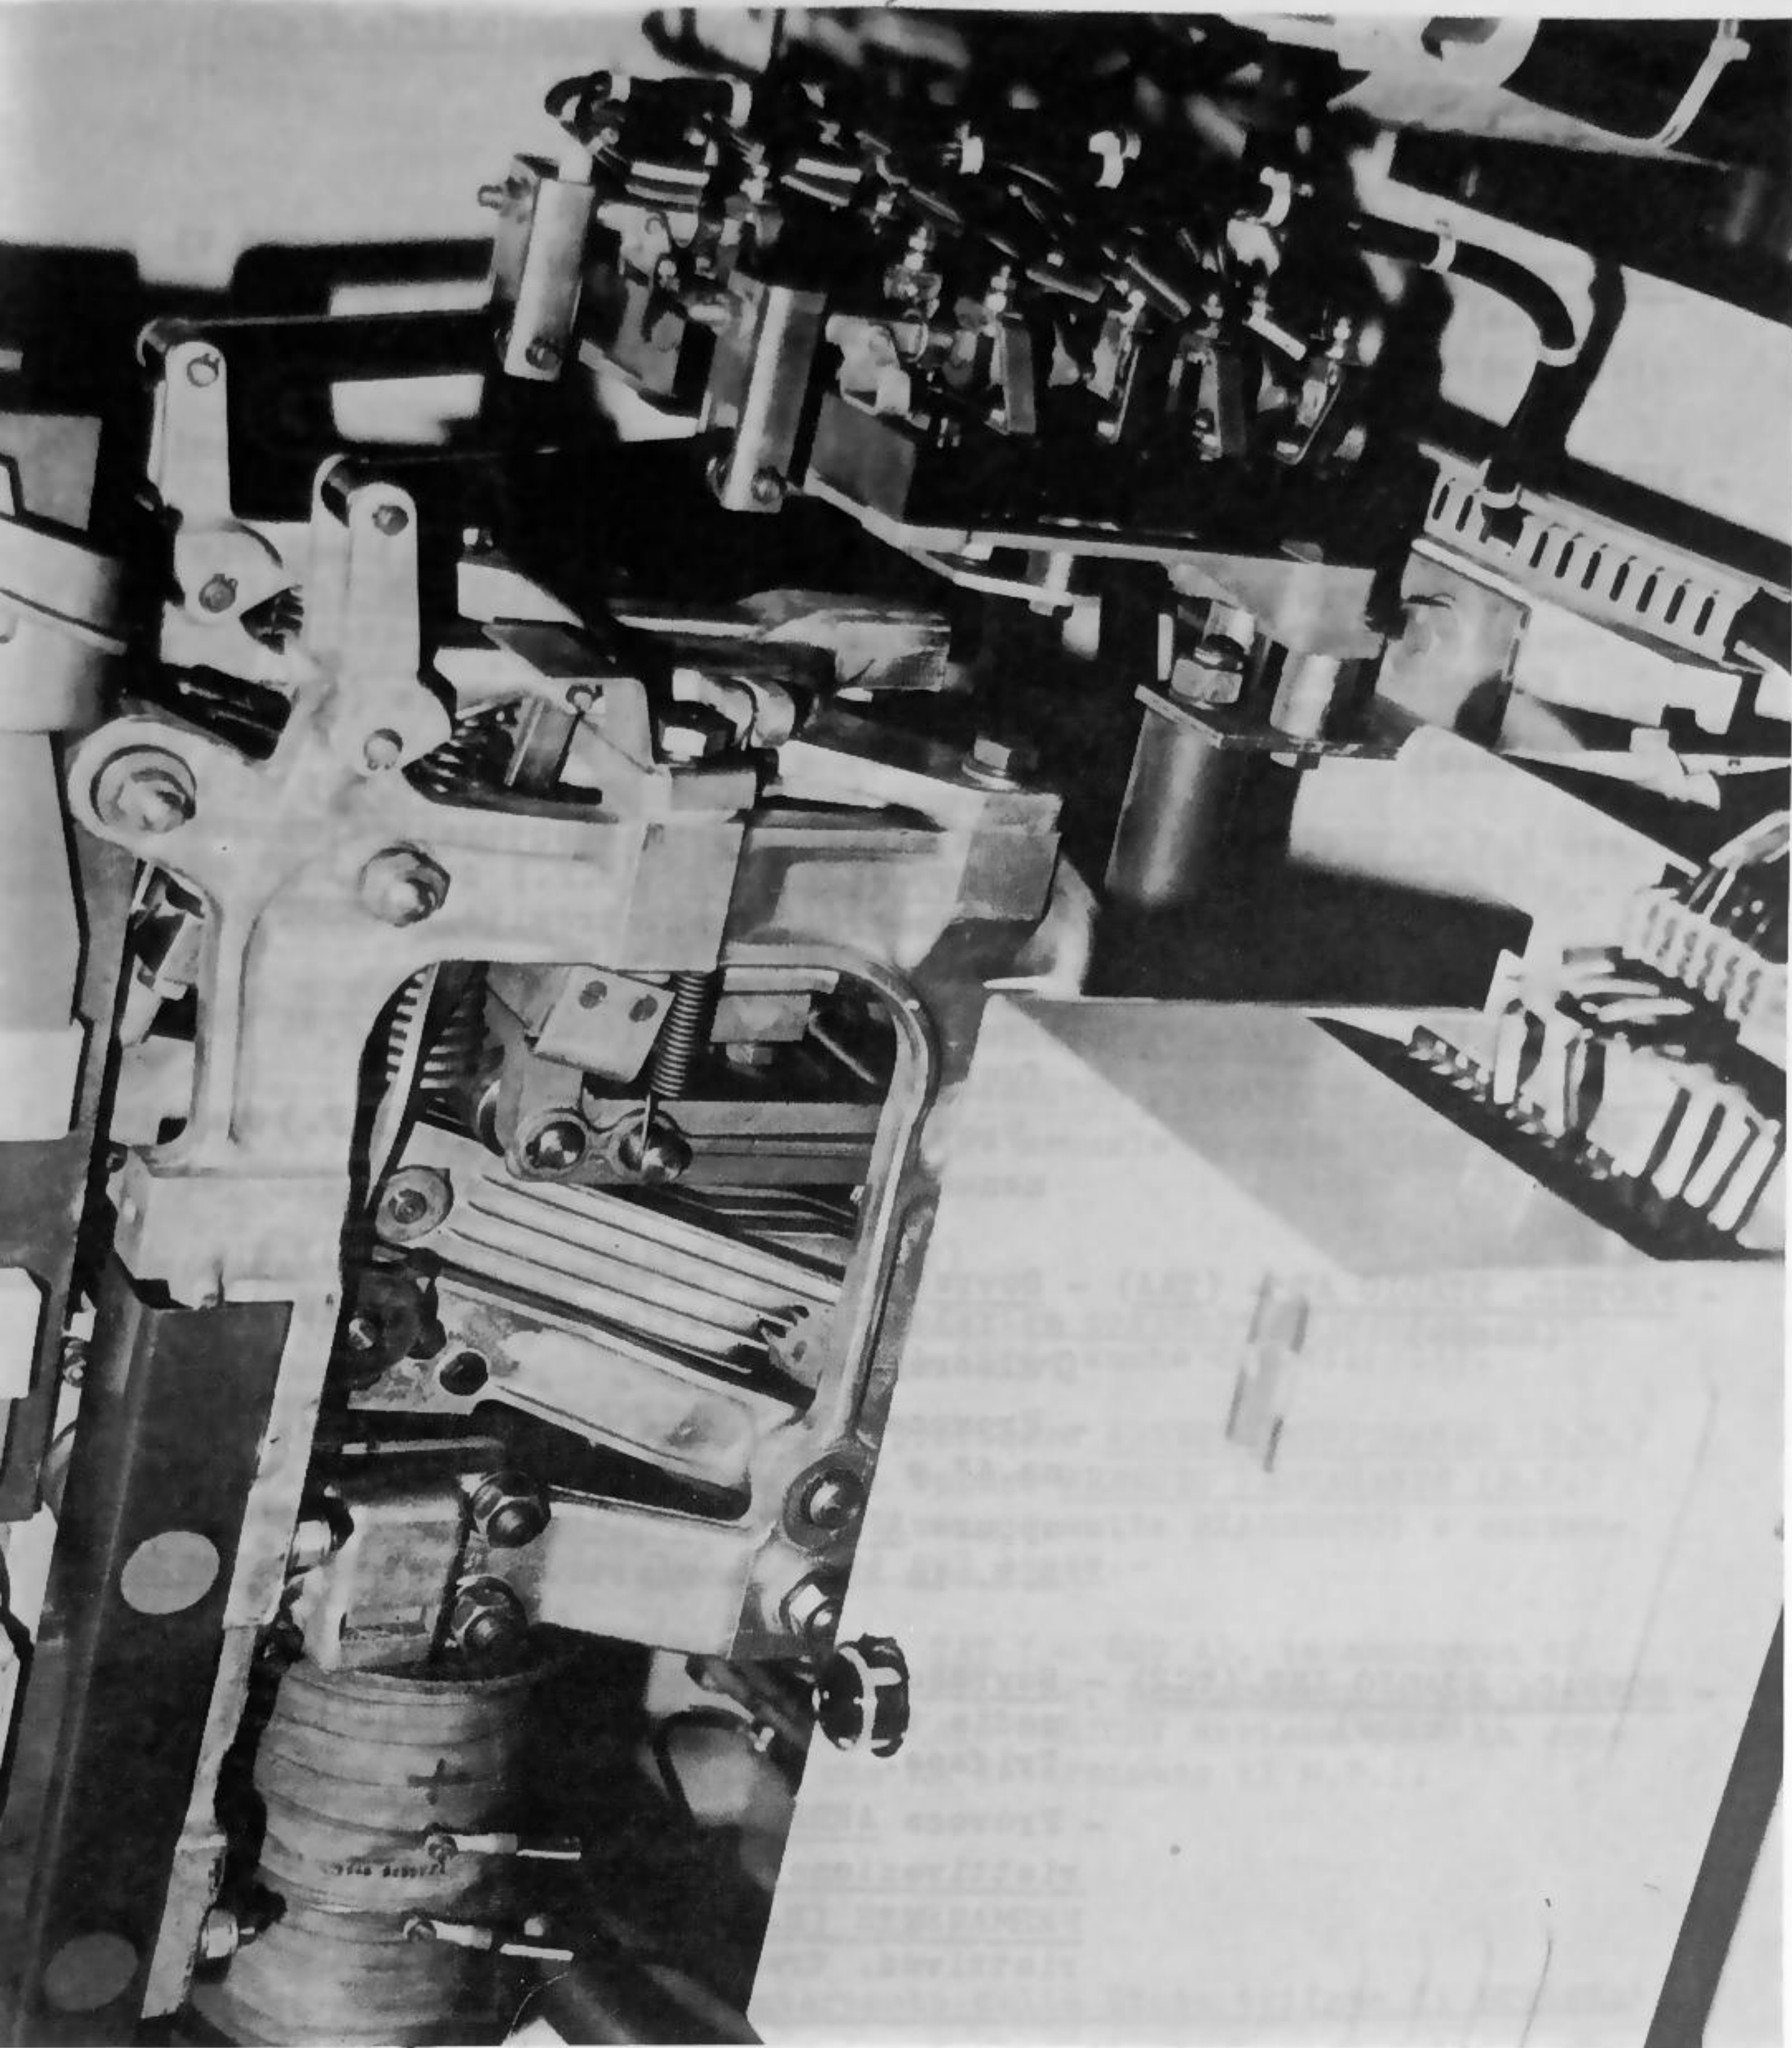

FIG.11 - I.R.
2. L'Interruttore Rapido ^(fig. 11) protegge il C.S. con apertura automatica; il comando di apertura è dato da un rivelatore di corrente (TC1) posto sul filtro AT.
- Se l'IR è incluso l'A.M. (e altro agente) dovrà portarsi in cab.AT e premere il pulsante rosso, dopo l'accensione della lampada (rossa) incorporata, posto sul pannello PSIR (fig.11):
- se il funzionamento del pannello PSIR è regolare l'I.R. deve aprirsi. (Non aprendosi, si dovrà escludere l'IR) (4) (così pure se la luce non si accende).